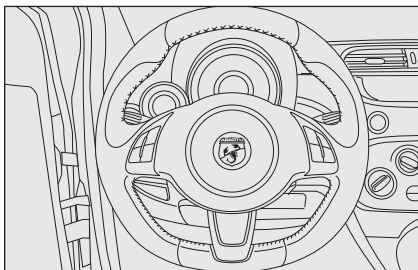

fig. 12
**DRIVER'S FRONT AIR BAG fig. 12**